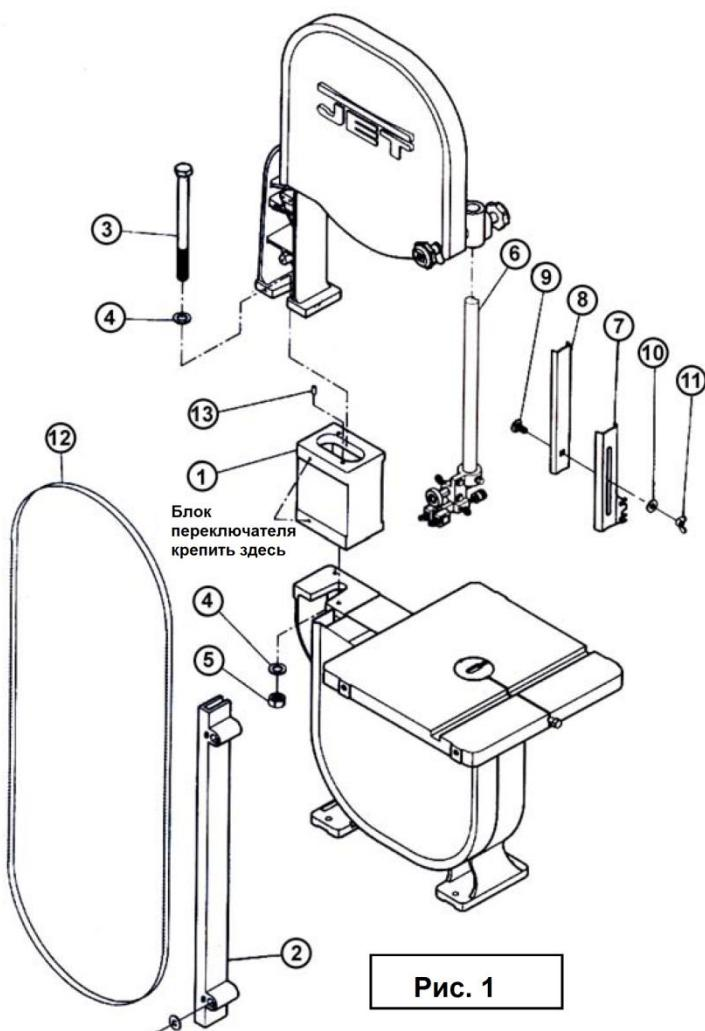

Рис. 1
9. Установите новый узел защиты полотна (№2, Рис. 1) на пильную раму и корпус станка.
16. Закрепите узел защиты пильного полотна (№№ 7-11, Рис. 1) на верхнем кронштейне защиты пильного полотна. **Примечание:** при изменении высоты направляющей стойки всегда подстраивайте положение защиты пильного полотна так, чтобы она закрывала полотно полностью.